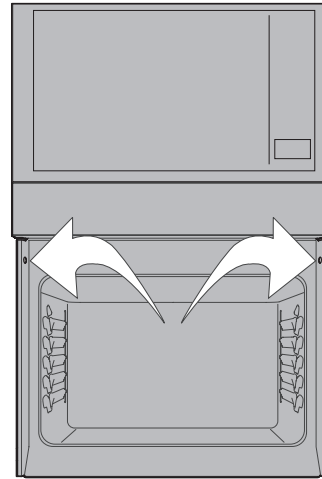

Figure 7
- A. Les trous de montage dans les garnitures latérales peuvent être utilisés comme gabarit pour localiser les trous des vis de montage de l'appareil (figure 7).